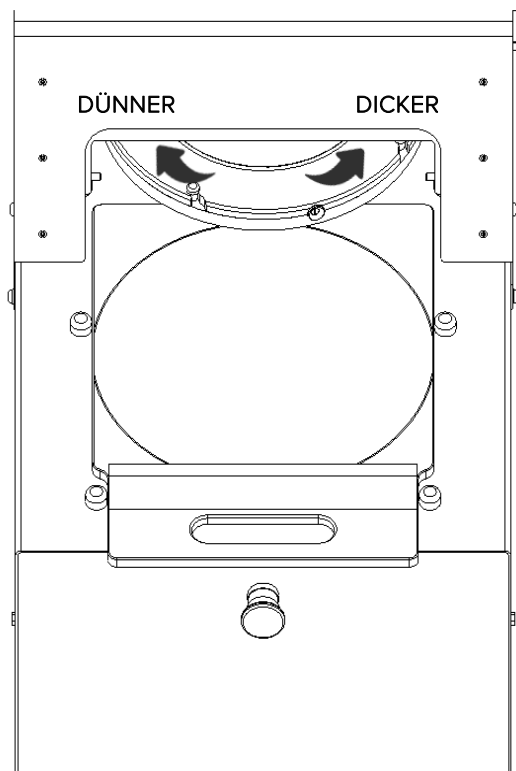

Abbildung 4 Regulierung der Presskraft
- Das Tablett zwischen den Führungsstiften anbringen. (siehe Abbildung 4)
- Die Plexiabdeckung anheben. (siehe Abbildung 4)